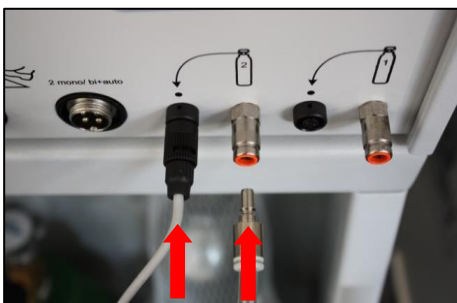

Abbildung 4
- Das vom Druckschalter (3) abgehende Kabel in Gasdruck-Messlinie 1 oder 2 (14 oder 12) einstecken.
- Den vom Ausgangsstutzen abgehenden Schlauch, mit dem Adapter am Schlauchende, am Gasanschluss 1 oder 2 (15 oder 13) einstecken. Der Verschluss rastet von selbst ein (Abbildung 4 und 5).